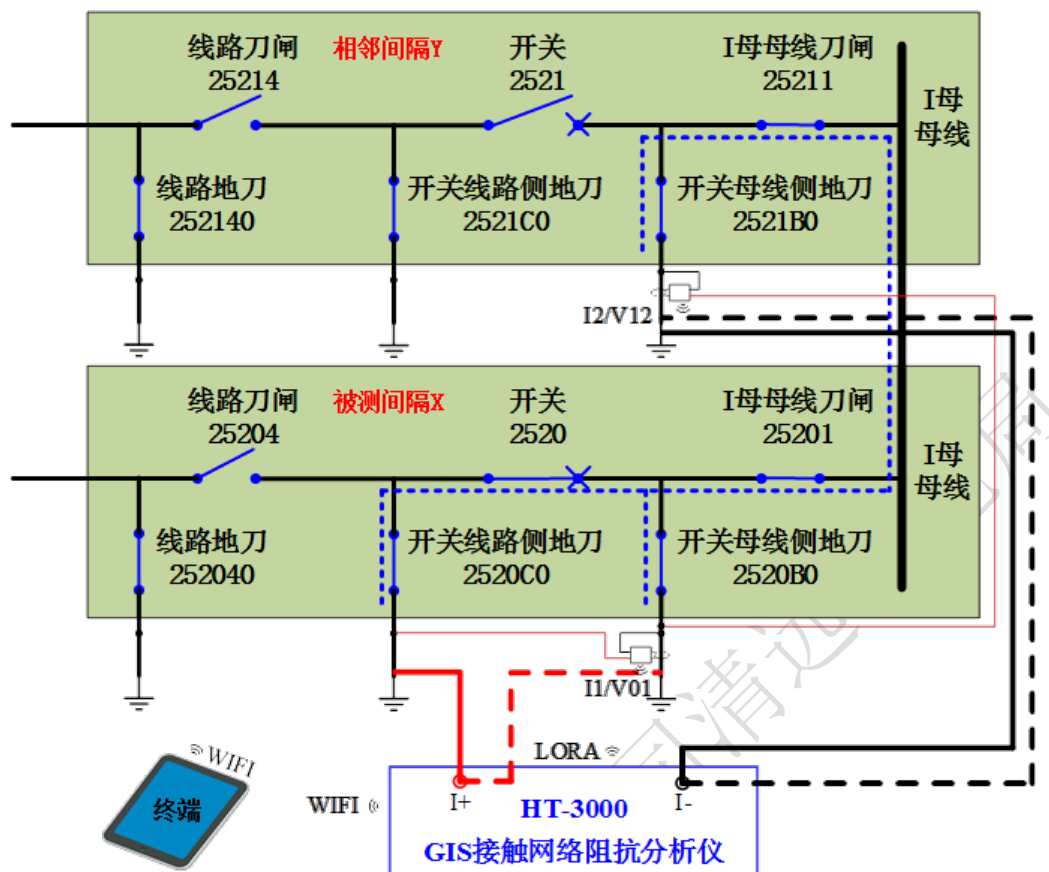

图 25 跨间隔（两个间隔）测量接线图
- 2) 做好第一次施加激励前的接线准备（注意当测试电流超过 400A 时，需将两条功率线并联使用），接线请参考图 25：
“地刀 C0 接地点”，如图 25 中加粗的红色实线所示；
- 通过“黑色功率线”连接仪器的“**I-接线端子**”和相邻间隔 Y 的“地刀 B0 接地点”，如图 25 中加粗的黑色实线所示；
- 通过“红色功率线”连接仪器的“**I+接线端子**”和“间隔出线点”，如图 25 中加粗的红色虚线所示；
- 通过“黑色功率线”连接仪器的“**I-接线端子**”和“地刀 C0 接地点”，如图 25 中加粗的黑色虚线所示；